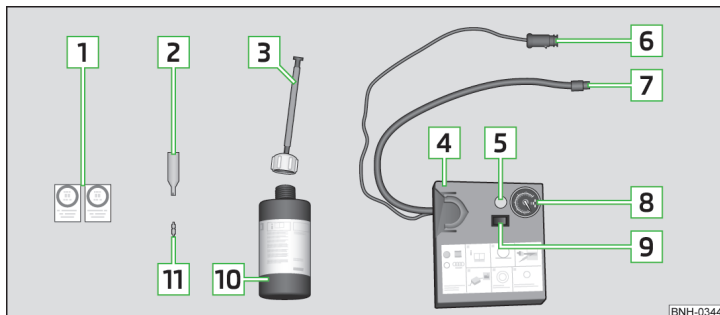

Abb. 133 Prinzipdarstellung: Bestandteile des Pannensets
Bestandteile des Pannensets » Abb. 133
- Den entsprechenden Aufkleber **1** » Abb. 133 auf Seite 159 auf die Schalttafel im Sichtfeld des Fahrers kleben.
- Die Reifenfüllflasche **10** » Abb. 133 auf Seite 159 einige Male kräftig hin und her schütteln.
- › Den Reifenfüllschlauch [7] » Abb. 133 auf Seite 159 des Luftkompressors fest auf das Reifenventil schrauben.